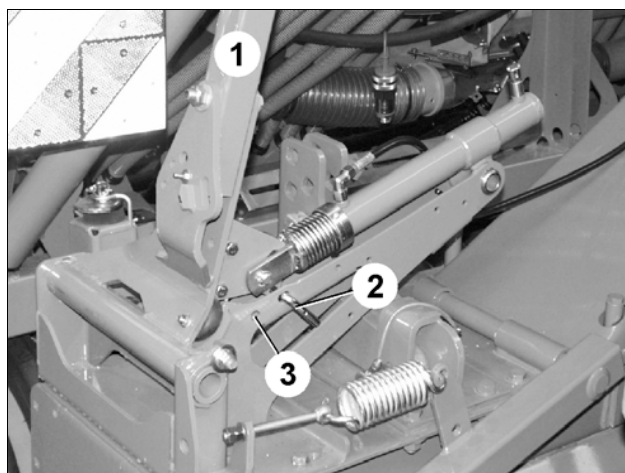

Fig. 82
- Markør-udklappet (Fig. 82/1) holdes fast, hvorefter bolt og ringsplit (Fig. 82/2) kan fjernes.
- Bolt og ringsplit anbringes i hullet (Fig. 82/3), når de ikke er i brug.
Når ringbolten (Fig. 82/2) fjernes, læner markør-udklappet sig lidt til siden.